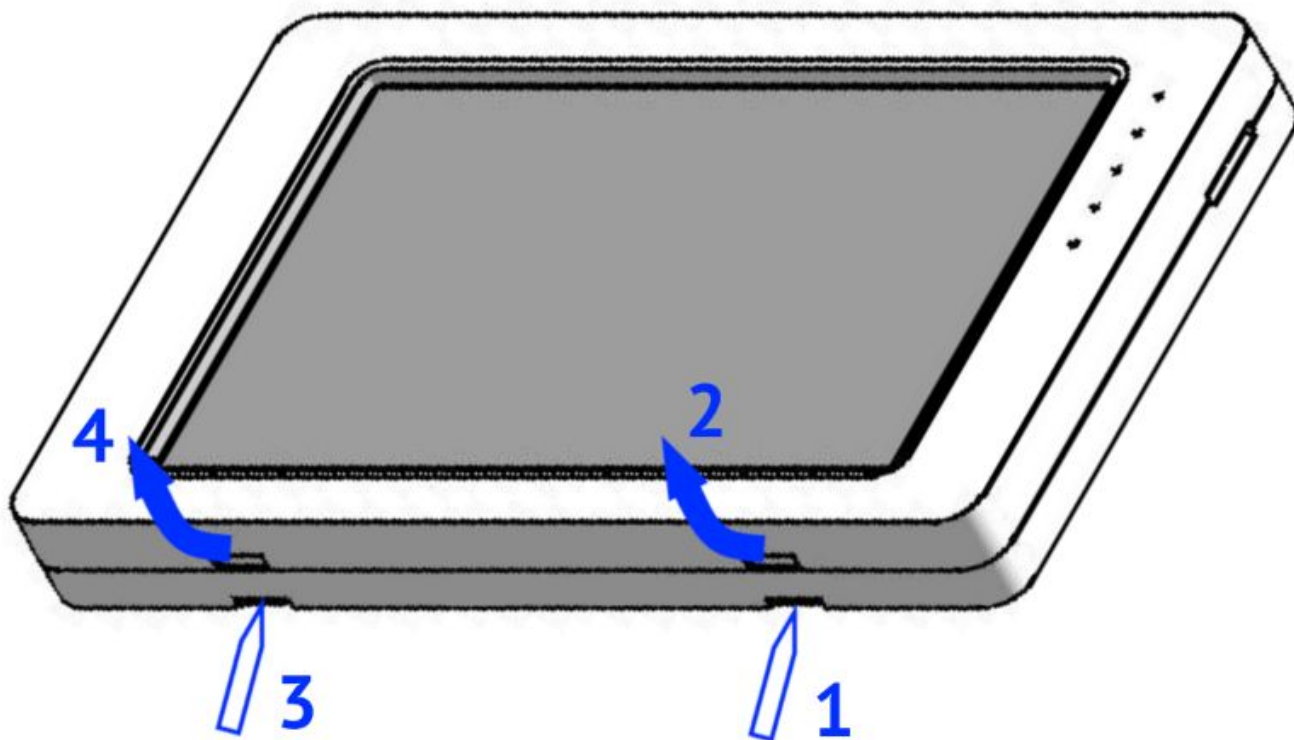

Рисунок 3. Раскрытие корпуса УИУ
Для раскрытия корпуса (см. рисунок 3) необходимо надавить плоской отверткой нижний фиксатор (1) и слегка потянуть лицевую часть корпуса (2) до освобождения фиксатора.